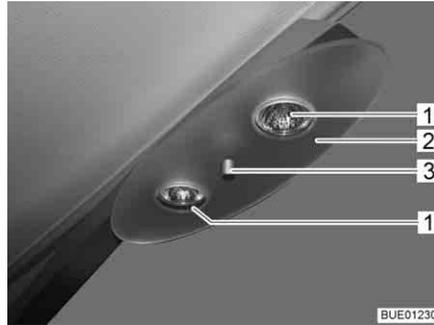

Fig. 233 Plafonnier halogène
- Dévisser l'écrou de fixation (Fig. 233,3) et retirer le plateau de couverture (Fig. 233,2).
- Retirer l'ampoule halogène (Fig. 233,1).